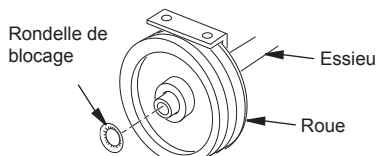

Figure 3 - Assemblage roues/essieu du 280-IF
8. Insérez une rondelle de blocage (qui se trouve dans l'enveloppe de documentation) en plaçant le côté convexe vers l'extérieur de l'appareil; utilisez une clé tricoise de taille appropriée et un marteau pour taper doucement sur la rondelle et la mettre en place (voir figure 3).